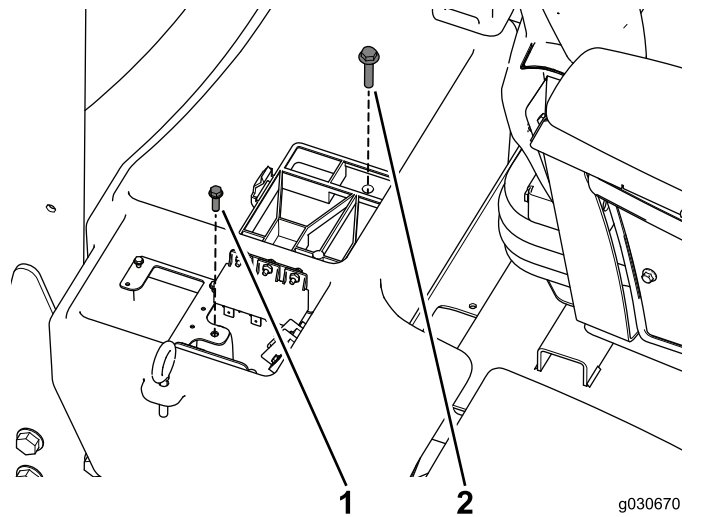

Figura 5
4. Rimuovete e conservate la vite che fissa la piastra di rinforzo e il bullone che fissa il vano batteria (Figura 5).